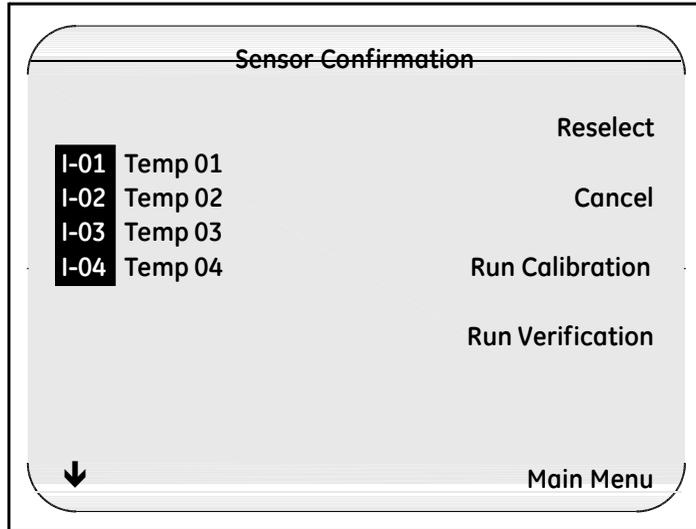

图 47: 传感器选择确认界面
**Sensor Confirmation 传感器确认** 界面(如图 47 所示). 本界面显示了所有在 **Sensor Selection 传感器选择** 界面里选择的传感器.